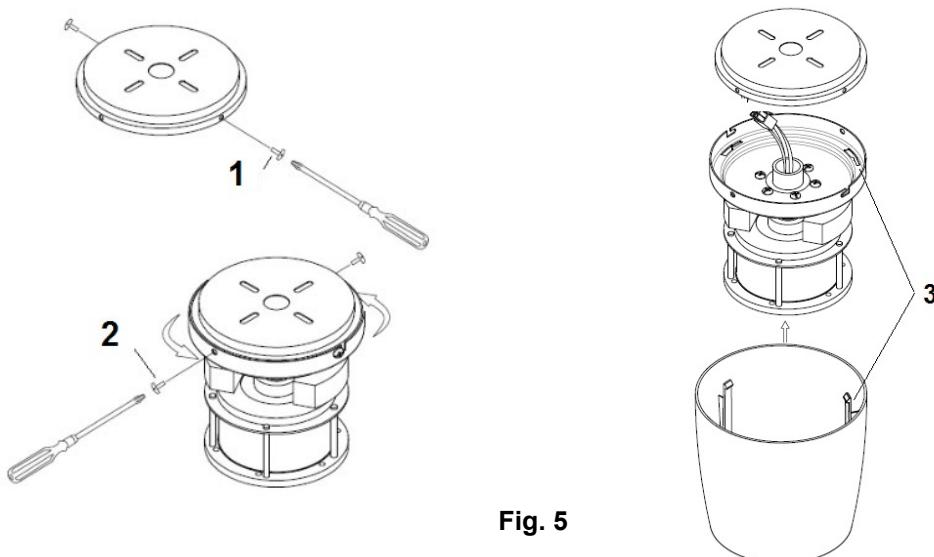

Fig. 5
- 마운팅 브라켓에 있는 나사 두 개(2)를 완전히 풀어줍니다. Fig. 5